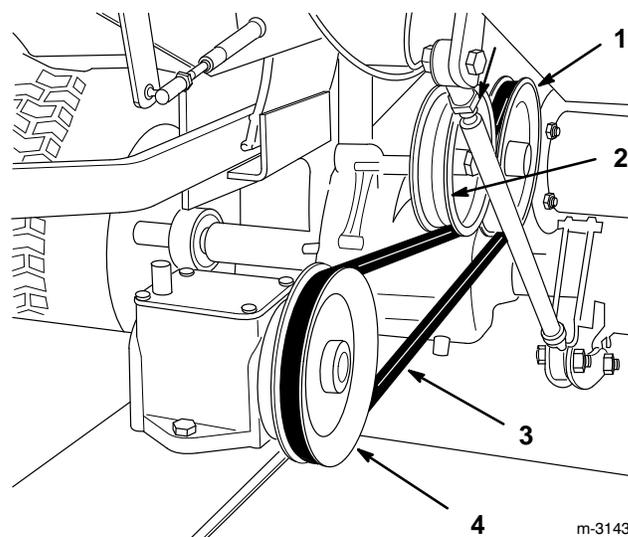

Figure 4
2. Passer la courroie de transmission autour de la poulie de transmission de l'unité de traction, soulever le galet tendeur et passer la courroie autour de la poulie de la boîte de vitesse (Fig. 4).